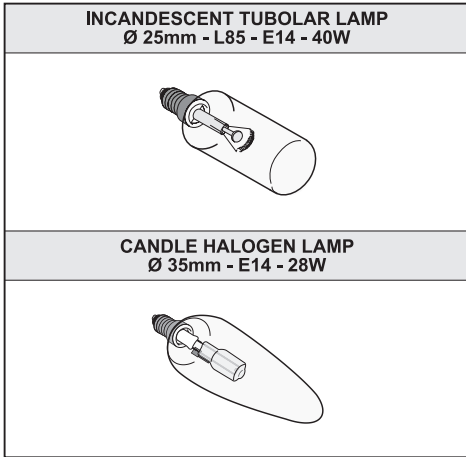

Fig.11
• Sostituzione delle lampade a incandescenza/ alogene (Fig.11):